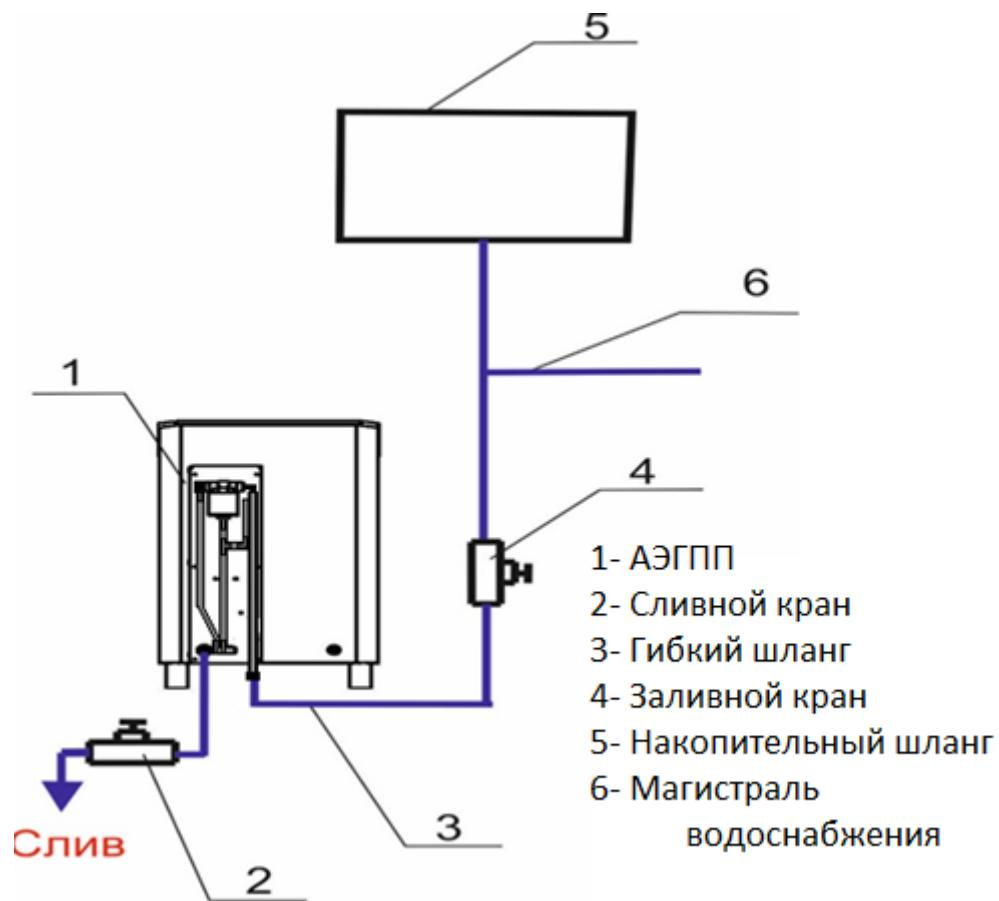

Рис.4 Схема подключения АЭГПП при эксплуатации в автоматическом режиме заполнения водой.
помещении. (См. рис. 4). В любом случае перед АЭГПП следует установить запорный кран (поз.4 рис.4). Установить кран слива воды (поз.2 рис.4), либо заглушить сливной штуцер резьбовой пробкой. Для предотвращения образования известковых отложений, значение жесткости воды должно находиться в диапазоне от 0,5° до 5°F. Рекомендуется использование специальной установки-деминерализатора (с обратным осмосом).
2.3.2.1 Закрыть сливной кран (поз.2 рис.4) и открыть заливной кран (поз.4 рис.4).
2.3.2.6 После окончания работы рекомендуется слить воду из системы. Для этого закрыть заливной кран (поз.4 рис.4) и открыть сливной кран (поз.2 рис.4). Дождаться полного слива воды из системы, выключить АЭГПП на пульте управления. Оставить краны в таком положении до следующего включения Устройства.